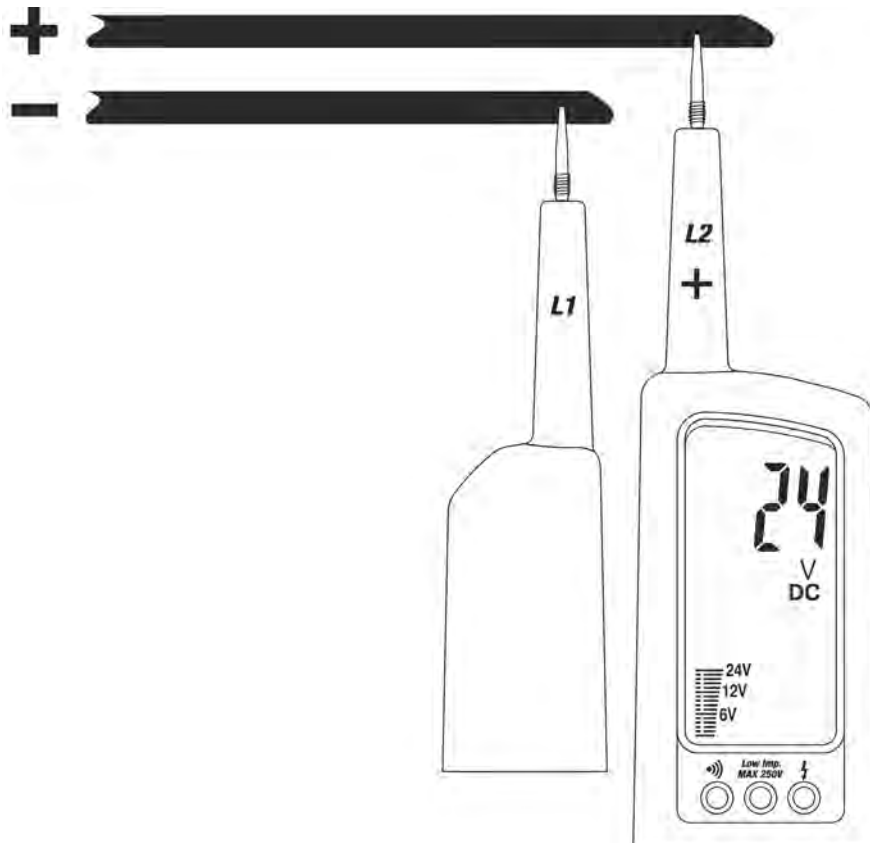

Fig. 2: Medição da Tensões CC
2. Conectar as ponteiros **L1** e **L2** ao objeto sob teste (ver Fig. 2). A medição é efetuada **apenas quando as ponteiros estão em contacto com condutores ativos**